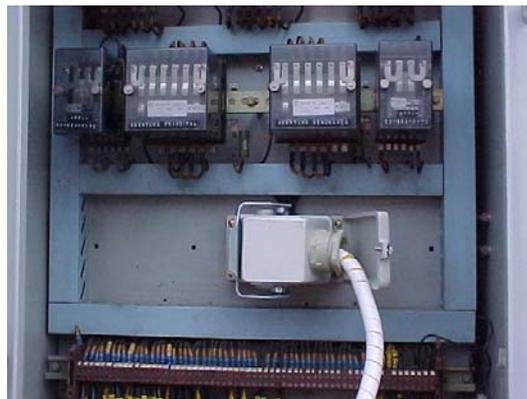

FIGURA 04
2.1.5 - Montagem de um cabo com duas tomadas múltipla blindada de 48 contatos (macho) uma em cada lado, para ligação entre a tomada interna do comando, Figura 04, e a tomada do painel lateral do comando tripolar.